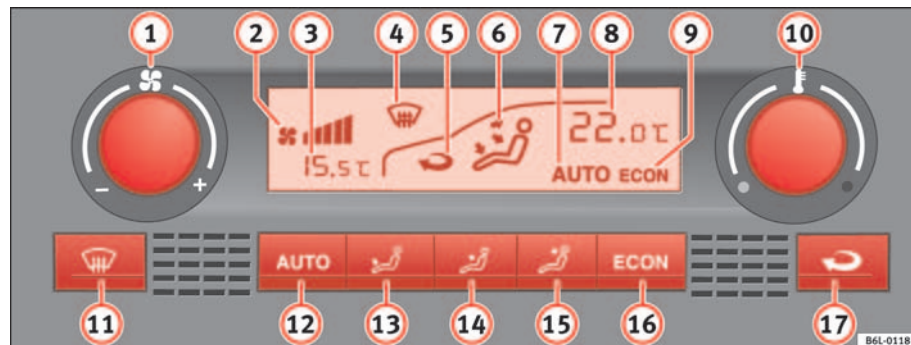

Fig. 91 Mandos del Climatronic en el tablero de instrumentos
- Gire el regulador de la temperatura ⇒ **página 128, fig. 91 ⑩** para ajustar la temperatura.
- ① Regulador de la velocidad del ventilador y ON / OFF del sistema.
- ② Indicador del nivel del ventilador
- ③ Indicador de la temperatura exterior
- ④ Indicador de descongelación del parabrisas
- ⑤ Indicador de la función de recirculación de aire
- ⑥ Indicador de la dirección del caudal del aire
- ⑦ Indicación **AUTO** (funcionamiento automático)
- ⑧ Indicador de la temperatura interior seleccionada
- ⑨ Indicación **ECON** (refrigeración desconectada)
- Pulse la tecla . Se visualiza la indicación ⇒ **página 128, fig. 91 ⑦**.
- Pulse una de las teclas ⇒ **página 128, fig. 91** **13** a **15** o gire el regulador del ventilador **1**. Se apaga la indicación **7**.
- Pulse la tecla  para conectar o desconectar la recirculación de aire. Está conectada si aparece el símbolo  ⇒ página 128, fig. 91  en la pantalla.